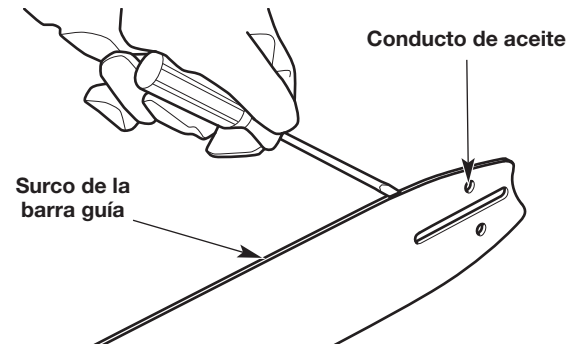
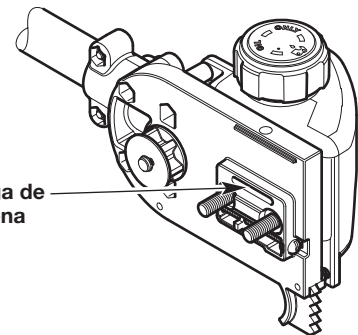

Fig. 21
Fig. 22
2. Limpie la canaleta de la barra de guía y los pasos de aceite siempre que se extraiga la cadena, cuando la unidad se ha usado mucho o cuando la cadena de la sierra parece estar sucia. Use un destornillador, una espátula, un cepillo de alambre o similar para retirar los residuos de la canaleta de la barra de guía (Fig. 21). Utilice un alambre liso y pequeño para eliminar cualquier desecho del orificio de descarga de aceite de la cadena (Fig. 22).